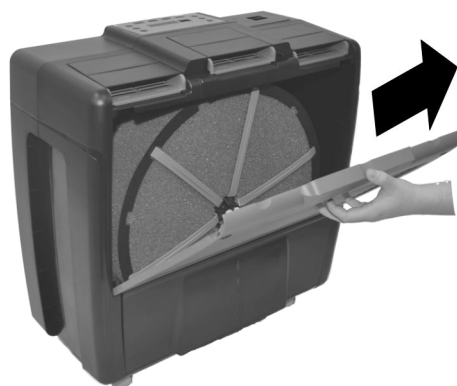

Abb. 14: Ausblasgitter herausheben
2. ➔ Ausblasgitter nach oben herausheben (Abb. 14).